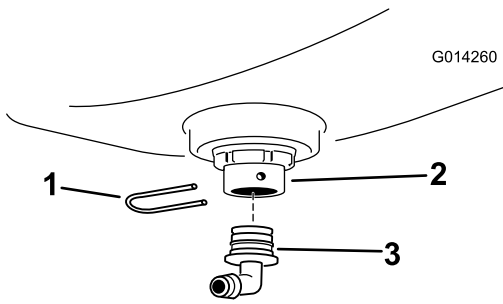

図 9
- バルクヘッドフィッティングに 90°フィッティングを取り付け、この 90°フィッティングをリテーナフォークで固定する図 9。
- ホースを切断する (ページ 5) で切断しておいたホース43.3cmを、90° フィッティングに組み付けてクランプを手締めする 図 9。